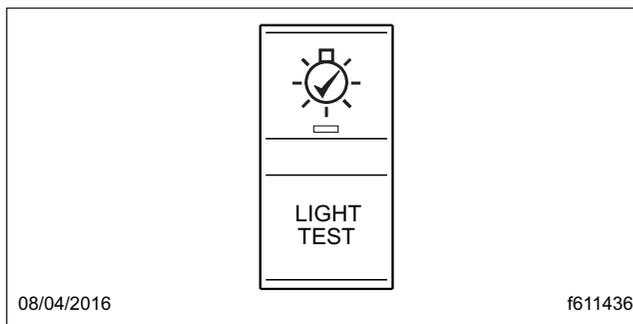

Figura 21.8, Interruptor de prueba de luces previaje
12. Compruebe el funcionamiento de todas las luces exteriores manualmente o, si está equipado, usando el interruptor LIGHT TEST (Prueba de luces) del tablero de instrumentos. Vea la **Figura 21.8**.
14. Para comprobar las luces exteriores usando el interruptor LIGHT TEST del tablero de instrumentos (vea la **Figura 21.8**):